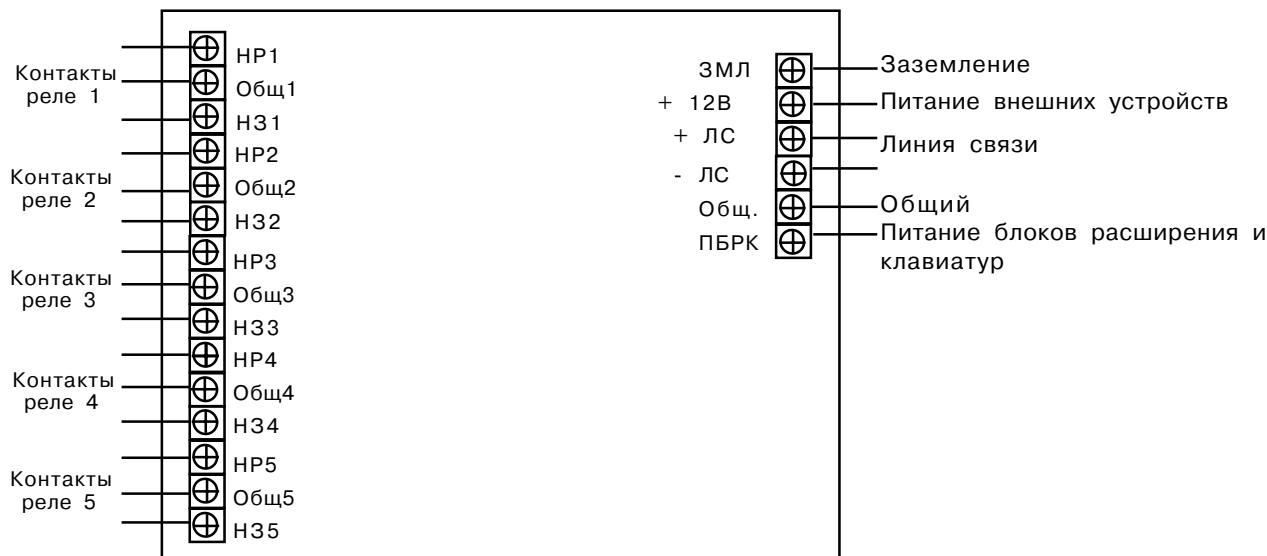

Рис.14.
1.3.5.1. Схема подключений БРРПС приведена на рис.14.
Подключите БРРПС в соответствии с рис.14.